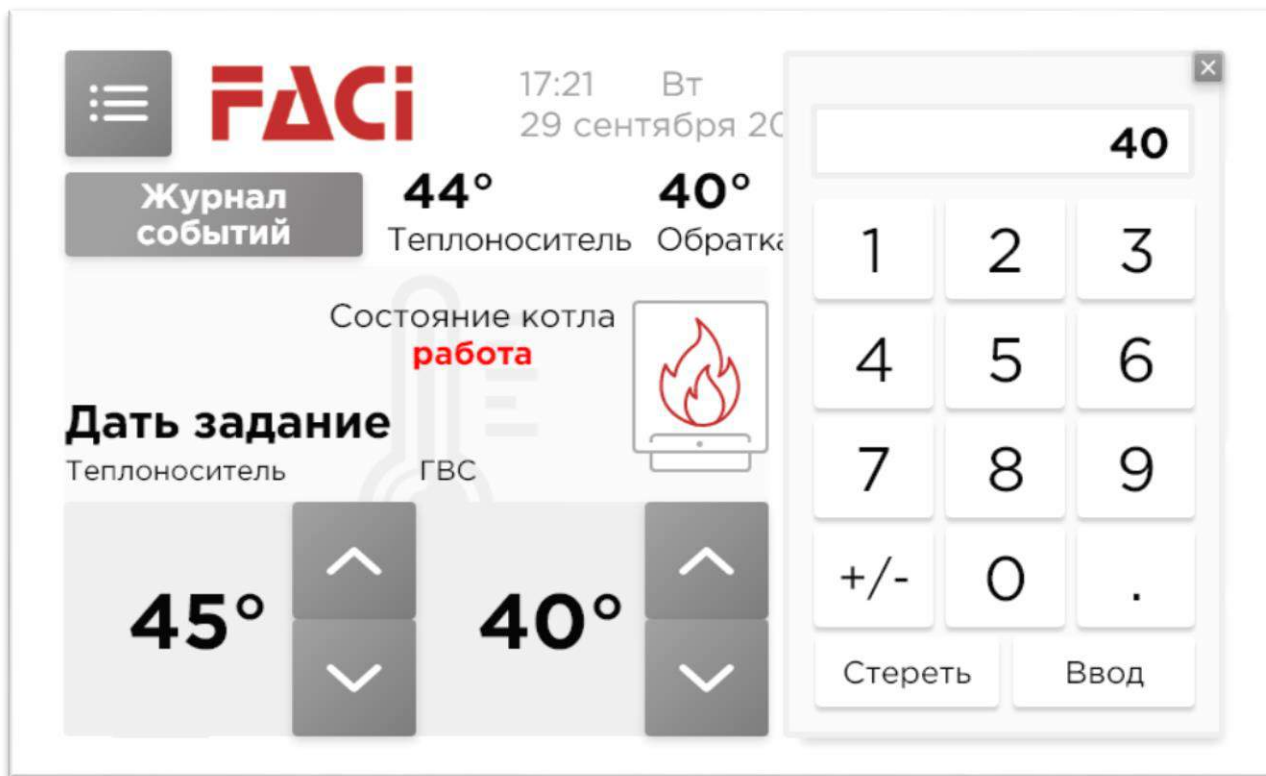

Рис. 34
Для того чтобы задать новое значение необходимо осуществить нажатие на соответствующее серое поле, на появившейся клавиатуре (рис.34) ввести требуемое числовое значение параметра и сохранить его кнопкой **Ввод**.
- Иконка  – становится активной при срабатывании датчика нижнего уровня топлива в бункере; на рис. 34 не показана.